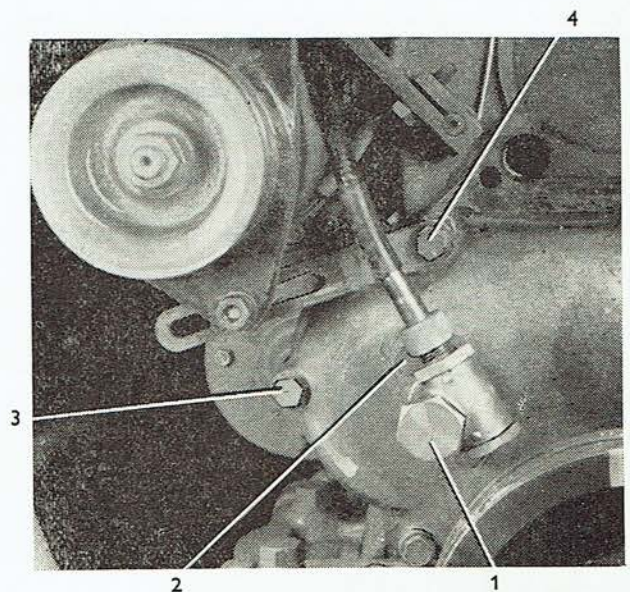

Abb. 79
2. Vom Vorderdeckel ist der Antrieb des Paneelverbundgerätes (Abb. 79/1) abzuschalten und zwei Schrauben (Abb. 79/2) aus dem Flansch des Betriebsstundenzähler-Antriebes sind auszusrauben.
3. Elf Schrauben M 8×45 (Abb. 79/3) und die Schraube M 8×35 (Abb. 79/4) der Lichtmaschinenstrebe sind auszusrauben.